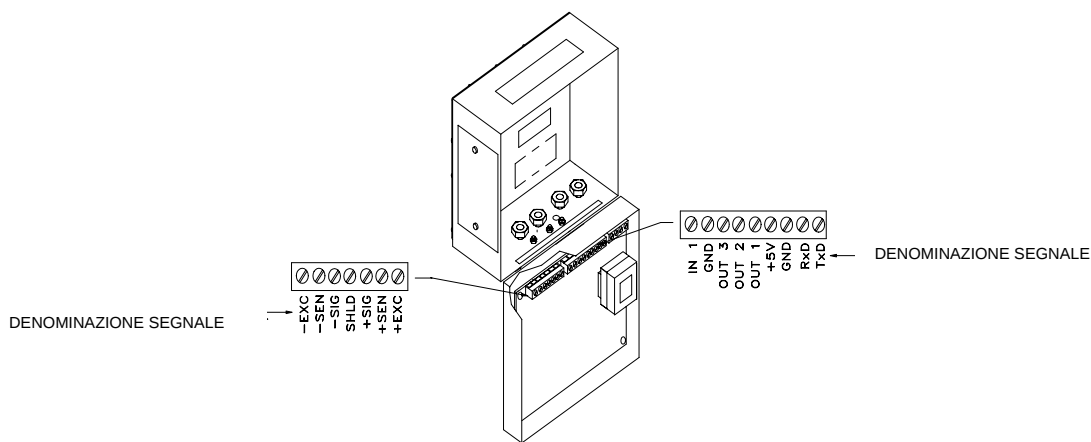

Figura 5
5. Schiacciare il lato superiore del pannello frontale verso il châssis e sollevarlo per liberare i due fermi superiori. Il coperchio si orienta verso il basso (Figura 5), incernierato da un cavo sul fondo.